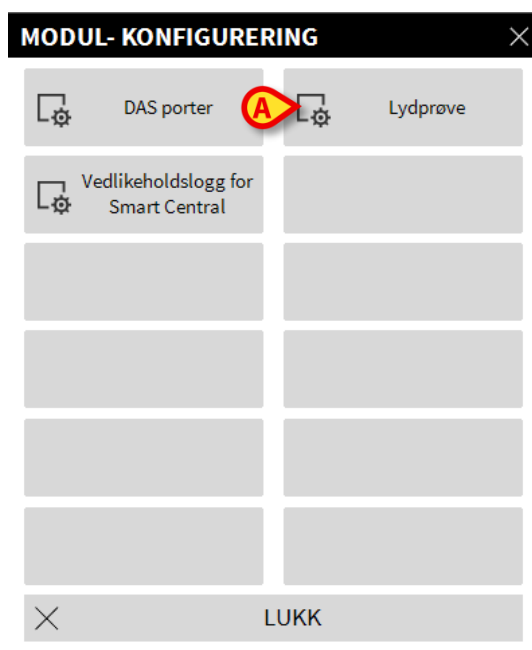

Fig. 88
Følgende meny åpnes (Fig. 88).
- Klikk på **Lydprøve**-knappen (Fig. 88 A).